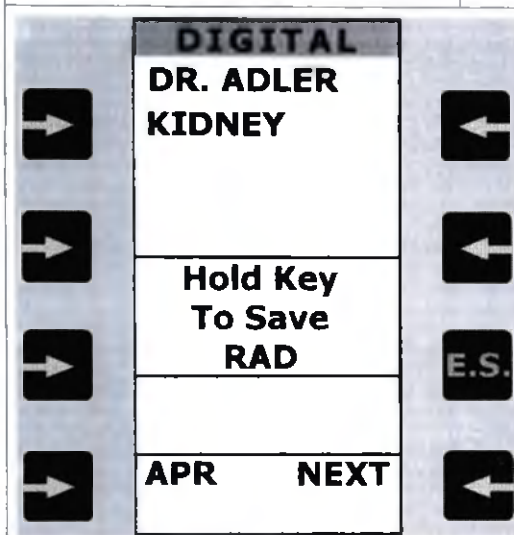

Рисунок 40 – сохранение RAD исследования.
- Или **постоянно**, для обновления диаграмм методик путем сохранения нового исследования в базу данных APR для последующего использования (Рис. 40).